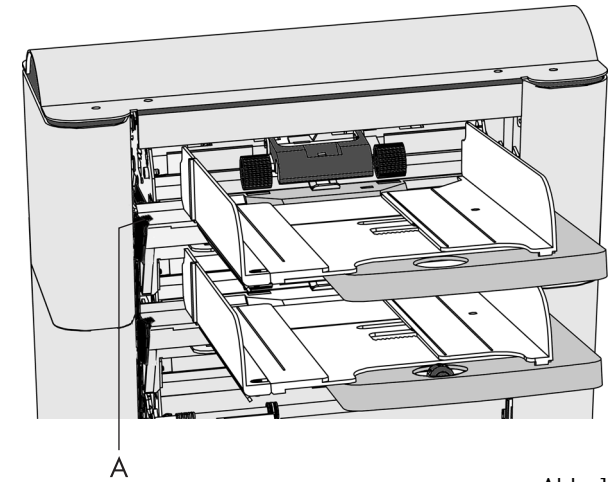

Abb. 13
- Hebel A (Abb. 13) nach unten drücken.